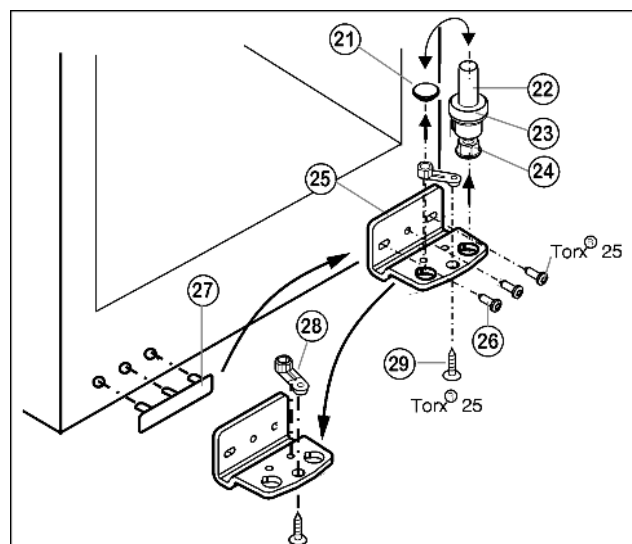

Fig. 5
- ▶ Lagerbolzen Fig. 5 (22) komplett, mit Scheibe Fig. 5 (23) und Stellfuß Fig. 5 (24), nach oben herausziehen.
- ▶ Stopfen Fig. 5 (21) abheben.
- ▶ Lagerbock Fig. 5 (25) abschrauben Fig. 5 (26).
- ▶ Lagerteil Fig. 5 (28) abschrauben Fig. 5 (29) und in das gegenüberliegende Aufnahme Loch des Lagerbocks umsetzen, wieder festschrauben.
- ▶ Griffseitige Abdeckung Fig. 5 (27) vorsichtig abheben und auf die Gegenseite umsetzen.
- ▶ Lagerbock Fig. 5 (25) auf der neuen Scharnierseite ggf. mit Hilfe eines Akkuschaubers **fest (mit 4 Nm)** wieder anschrauben.
- ▶ Stopfen Fig. 5 (21) in das andere Loch wieder einsetzen.
- ▶ Lagerbolzen Fig. 5 (22) komplett, mit Scheibe und Stellfuß, wieder einsetzen. Dabei darauf achten, dass der Rastnocken nach hinten zeigt.
- ▶ Tür von oben auf Lagerbolzen unten Fig. 5 (22) aufsetzen.
- ▶ Oberen Lagerbock (12) auf der neuen Scharnierseite in die Tür einsetzen.
- ▶ Oberen Lagerbock (12) **fest (mit 4 Nm)** anschrauben (2 mal Torx® 25) (13). Schraublöcher evtl. vorstechen oder Akkuschauber verwenden.
- ▶ Abdeckung (10) und Abdeckung (11) jeweils auf der Gegenseite aufrasten.
- ▶ Die Tür evtl. über die beiden Langlöcher im Lagerbock unten Fig. 5 (25) fluchtend zum Gerätegehäuse ausrichten. Dazu mittlere Schraube herausdrehen.